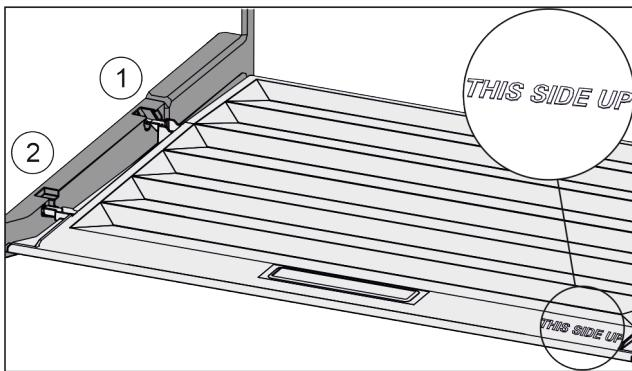

Fig. 36
- Вставить поперечные ребра крышки через отверстие заднего держателя Fig. 36 (1) и защелкнуть спереди в держателе Fig. 36 (2).